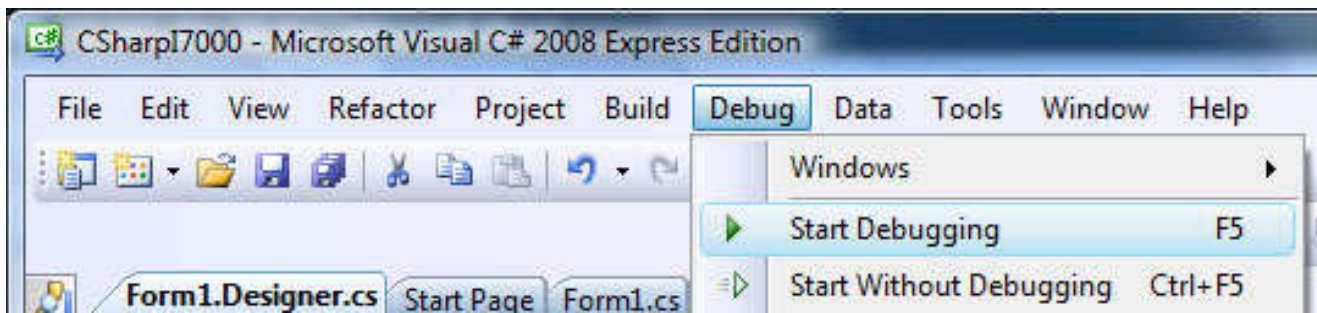

Рис. 94. Запуск приложения
10. Приложение, позволяющее управлять модулями, создано. Для его компиляции и запуска необходимо выбрать пункт меню «Debug/Start Debugging F5» или нажать горячую клавишу **F5** (см. рис. 94).